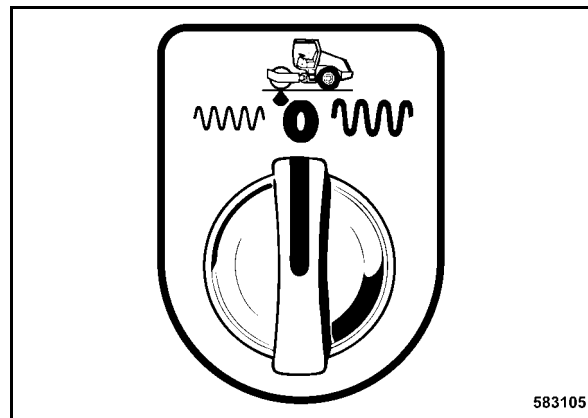

Fig. 73
- Después de terminar el trabajo, poner el interruptor giratorio para vibración, preselección de amplitudes (Fig. 73) a posición "0".